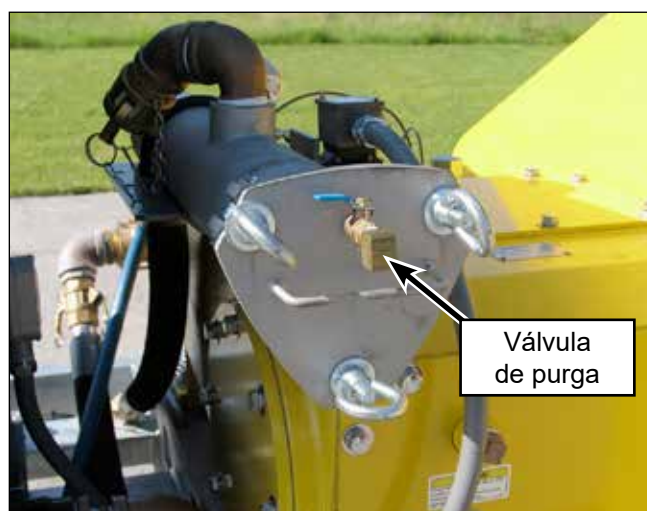

Figura 43: Válvula de purga del filtro secundario.
4. Quite la tapa del acoplamiento de entrada del filtro secundario (Figura 43).
Cuando enjuague el sistema antes de ponerlo en funcionamiento, purgue el filtro secundario de aire. En caso de no hacerlo, se podría provocar cavitación y daños en la bomba. Use la válvula de purga (Figura 43) del filtro para purgar el aire del filtro.